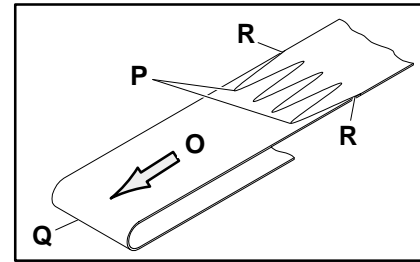

Abbildung 10: Hinweise zur Ausrichtung des Ersatzfördergurtes
Richten Sie den Ersatzfördergurt so aus, daß die Spitzen der Gurtspleißung (P in Abbildung 10) in Laufrichtung (O), des Fördergurtes zeigen, zum unteren Abstreifer (Q) des Gurtförderers, und daß die äußeren Flanken (R) wie auf der Darstellung positioniert werden.